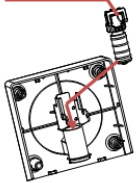

Abbildung 1
① obere Abdeckung der Einspeiseöffnung	⑤ Griffende
② Basis der Einspeiseöffnung	⑥ Dichtungsring
③ Verschlussstopfen der Einspeiseöffnung	⑦ Dichtungsring der Einspeiseöffnung
④ Griff	⑧ Abdeckung der Einspeiseöffnung
1. Fügen Sie ① in ② ein, wie in Abbildung 1 dargestellt.
Führen Sie die Schritte von Abbildung 1 bis Abbildung 8 in umgekehrter Reihenfolge aus.
Lösen Sie die vier Sicherungsmuttern gegen den Uhrzeigersinn und entfernen Sie die Griffereinheit wie in Abbildung 1 dargestellt. Prüfen Sie, ob das Innere des Behälters sauber ist, nehmen Sie das Rührwerk heraus, wischen Sie es mit einem feuchten Tuch ab und setzen Sie das Rührwerk nach der Reinigung wieder ein, wie in Abbildung 2 dargestellt. Montieren Sie den Griff und die Griffereinheit wie in Abbildung 3 dargestellt. Ziehen Sie die Mutter im Uhrzeigersinn an, wie in Abbildung 4 dargestellt.